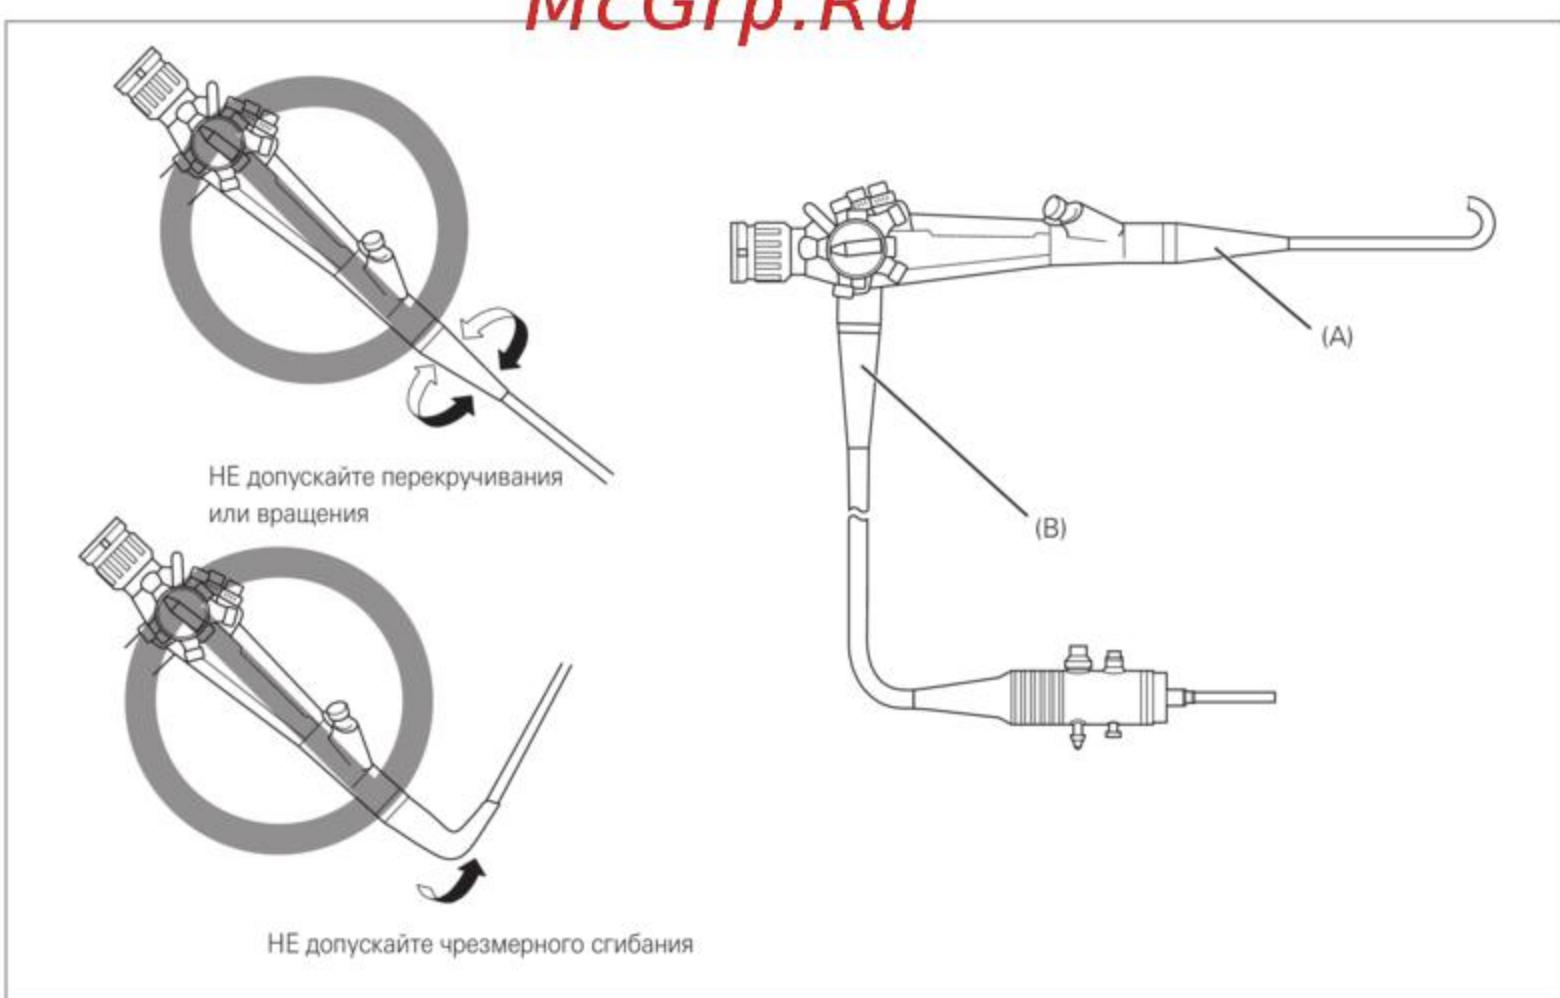

Рис. 3.2
- НЕЛЬЗЯ чрезмерно скручивать, поворачивать и изгибать компенсаторы механических напряжений на инструменте (компенсаторы механических напряжений см. Рис. 3.2 (A) и 3.2 (B)). Это может привести к повреждению инструмента. Обратите особое внимание на осторожное обращение с компенсатором вводимой части (см. Рис. 3.2 (A)) на фиброскопе, так как он имеет маленький диаметр и с большей вероятностью может пострадать при неправильном обращении.